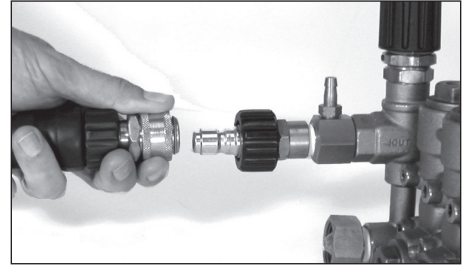

Figura 13 - Conecte la manguera de alta presión a la bomba
5. Conecte la manguera de alta presión a la salida de la bomba (Ver Figura 13).